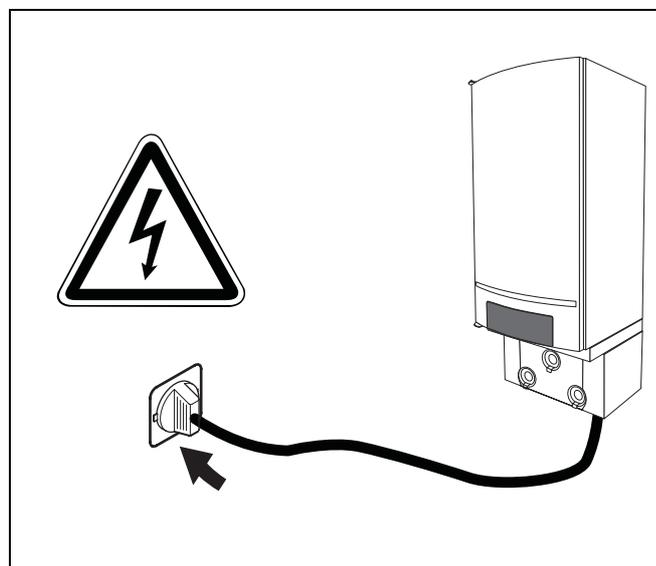

Fig. 44 Inserire la spina
- Inserire la spina del cavo di rete nella presa Schuko (230 VAC/50 Hz) (fig. 44).